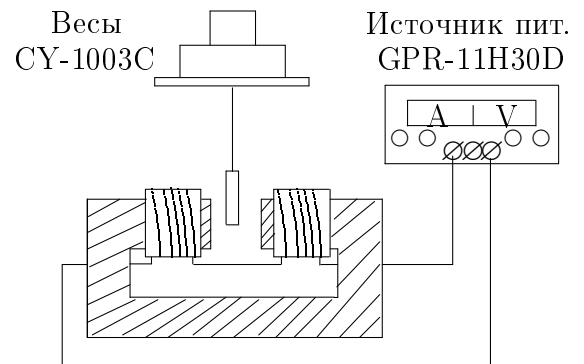

Рис. 3. Схема экспериментальной установки
Экспериментальная установка. Схема установки приведена на рис. 3.
2. Ознакомьтесь с экспериментальной установкой, изображённой на рис. 3, и техническим описанием (ТО) источника питания.